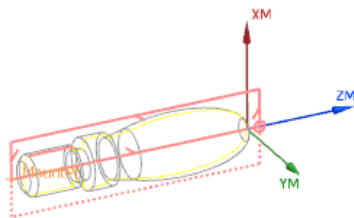

图 4.5 毛坯边界
Step5. 在“选择毛坯”对话框的**长度**文本框中输入值 100.0, 在**直径**文本框中输入值 30.0; 单击按钮, 在图形区中显示毛坯边界, 如图 4.5 所示。